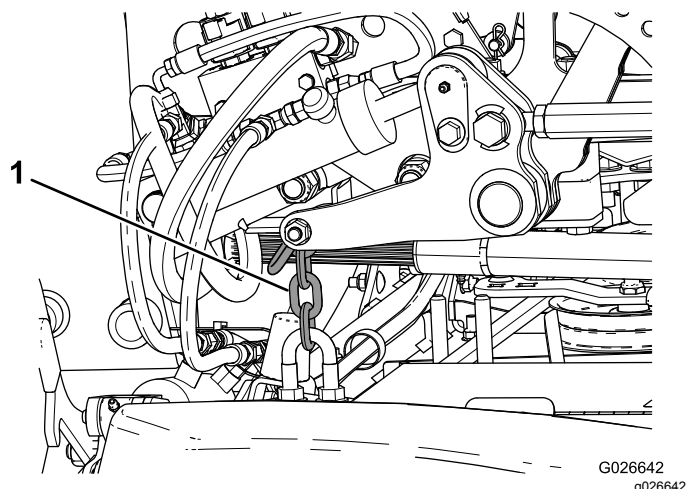

Figura 17
- A. Fixe a corrente de elevação traseira direita ao lado **interior** do suporte de elevação com um parafuso e duas porcas (Figura 17).